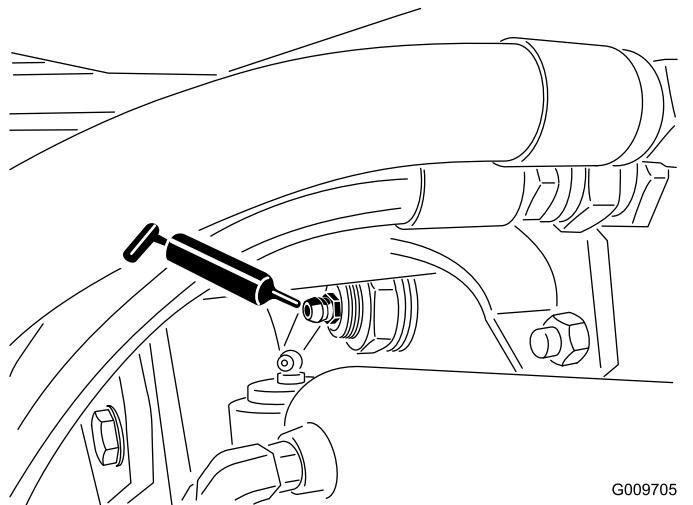

Bild 82
- Hinterachse-Drehbüchsen (2) (Bild 82)